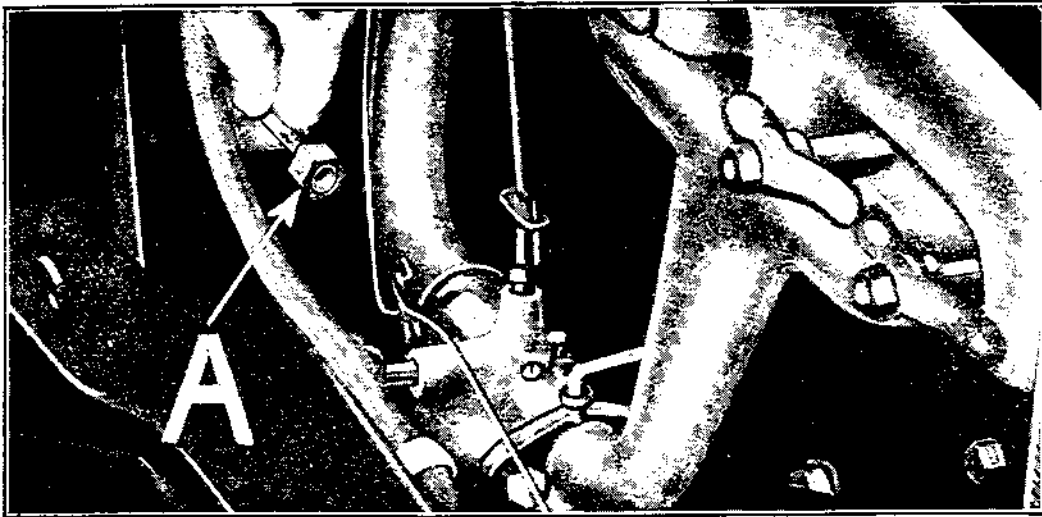

Fig. 442
- g) Visser sur la tubulure d'essence du carburateur l'écrou de raccord de la tuyauterie d'essence, et s'assurer que le joint à l'intérieur de l'écrou soit en place. (Voir A, fig. 442.)